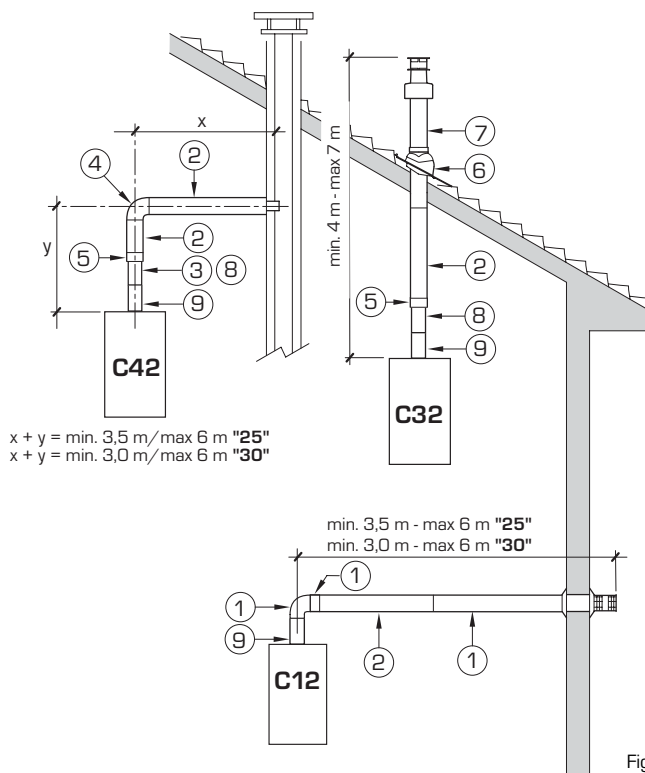

Fig. 9
2.7.3 Accessori ø 80/125 solo per vers. OPEN DGT -E (fig. 9)
Gli schemi di fig. 9 illustrano alcuni esempi dei diversi tipi di modalità di scarico coassiale ø 80/125.